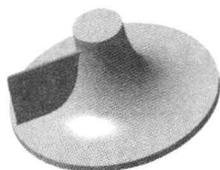

图 1.4 凸台 1
Step3. 添加图 1.4 所示的零件特征——凸台 1。选择下拉菜单 **插入** → **基于草图的特征** → **凸台** 命令（或单击 **凸台** 按钮），系统弹出“定义凸台”对话框；在